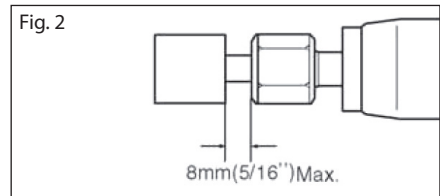

Fig. 2
**B.** O disco não deve ser montado com mais de 8mm de eixo entre o disco e a porca do mandril (fig. 2). Caso ultrapasse esta distância poderá causar excesso de vibração ou partir o eixo.